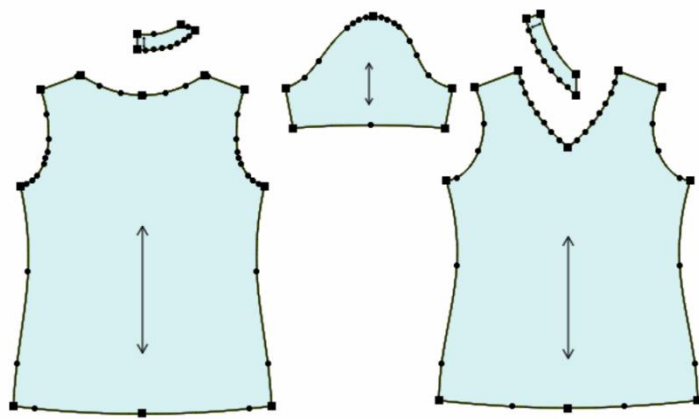

图 4-1-5 女 T 恤 2D 板型
④ 用“ (剪断线)”和“ (橡皮擦)”工具删除不必要线条；修顺底摆和袖口。
⑤ 用“ (剪断线)”和“ (移动)”工具将前、后衣领分离；用“ (对称)”工具沿前后中将前、后片对称，完成女 T 恤裁片分解。
⑥ 用“ (剪刀)”工具将各裁片裁剪为纸样裁片；用“ (布纹线)”工具调整各裁片布纹方向，完成女 T 恤 2D 制板，如图 4-1-5 所示。
⑦ 通过菜单“文档→输出 ASTM 文件”输出另存为“女 T 恤.dxf”格式文件，方便与 3D 试衣软件系统对接。